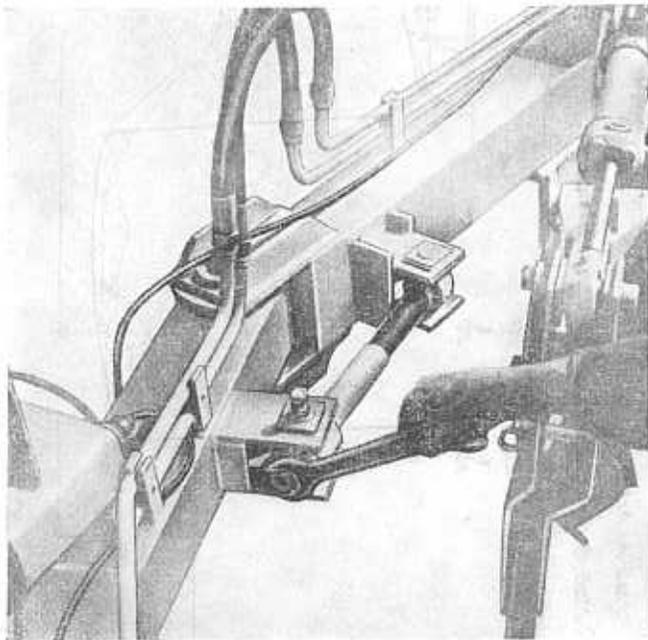

Abb. 17 Spindel zum Schwenken des Hinterradauslegers
- Schwenken des Hinterradauslegers, bis das Hinterrad auf der Furchensohle des 7. oder 6. Pflugkörpers läuft (Abb. 17)